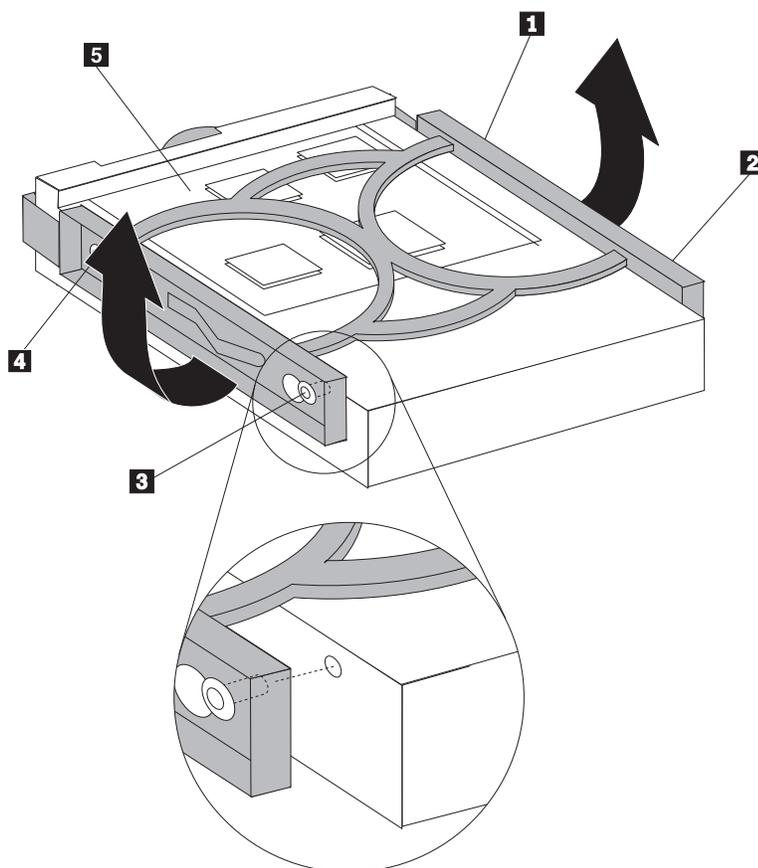

Рисунок 23. Установка жесткого диска в крепежные скобки
7. Чтобы установить в крепежную скобку новый жесткий диск, отогните скобки и совместите штырьки **1** - **4** на скобках с отверстиями на жестком диске. Смотрите раздел рис. 23. Не прикасайтесь к печатной плате **5** в нижней части жесткого диска.